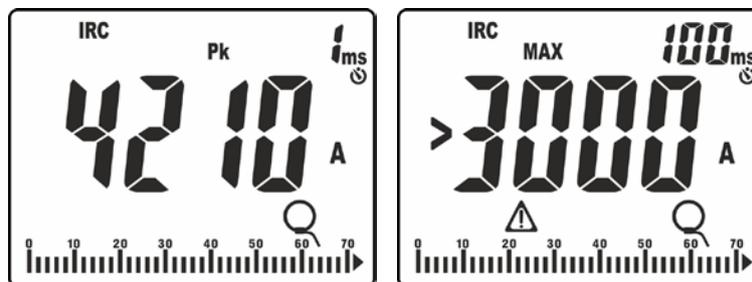

Fig. 44: Exemplos de visualizações da corrente de pico
- Valor de pico “Pk” calculado num **1ms** (ver Fig. 44 – parte esquerda)
11. Se a corrente medida é maior do que o FS da pinça configurado, uma mensagem semelhante à da Fig. 44 – parte direita (relativo a FS = 3000A) é apresentado no display